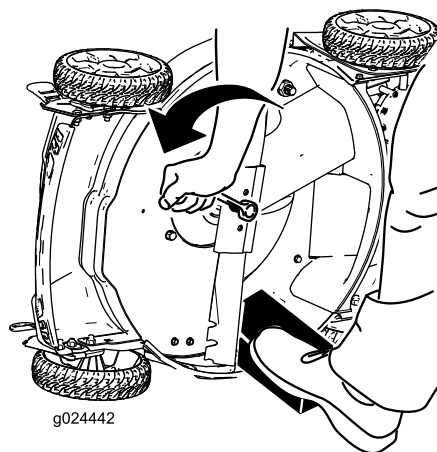

Figura 29
3. Utilice un bloque de madera para inmovilizar la cuchilla (Figura 29).
4. Retire la cuchilla girando el perno de la cuchilla en sentido antihorario, conservando todas las fijaciones de montaje para la instalación de la cuchilla nueva (Figura 29).